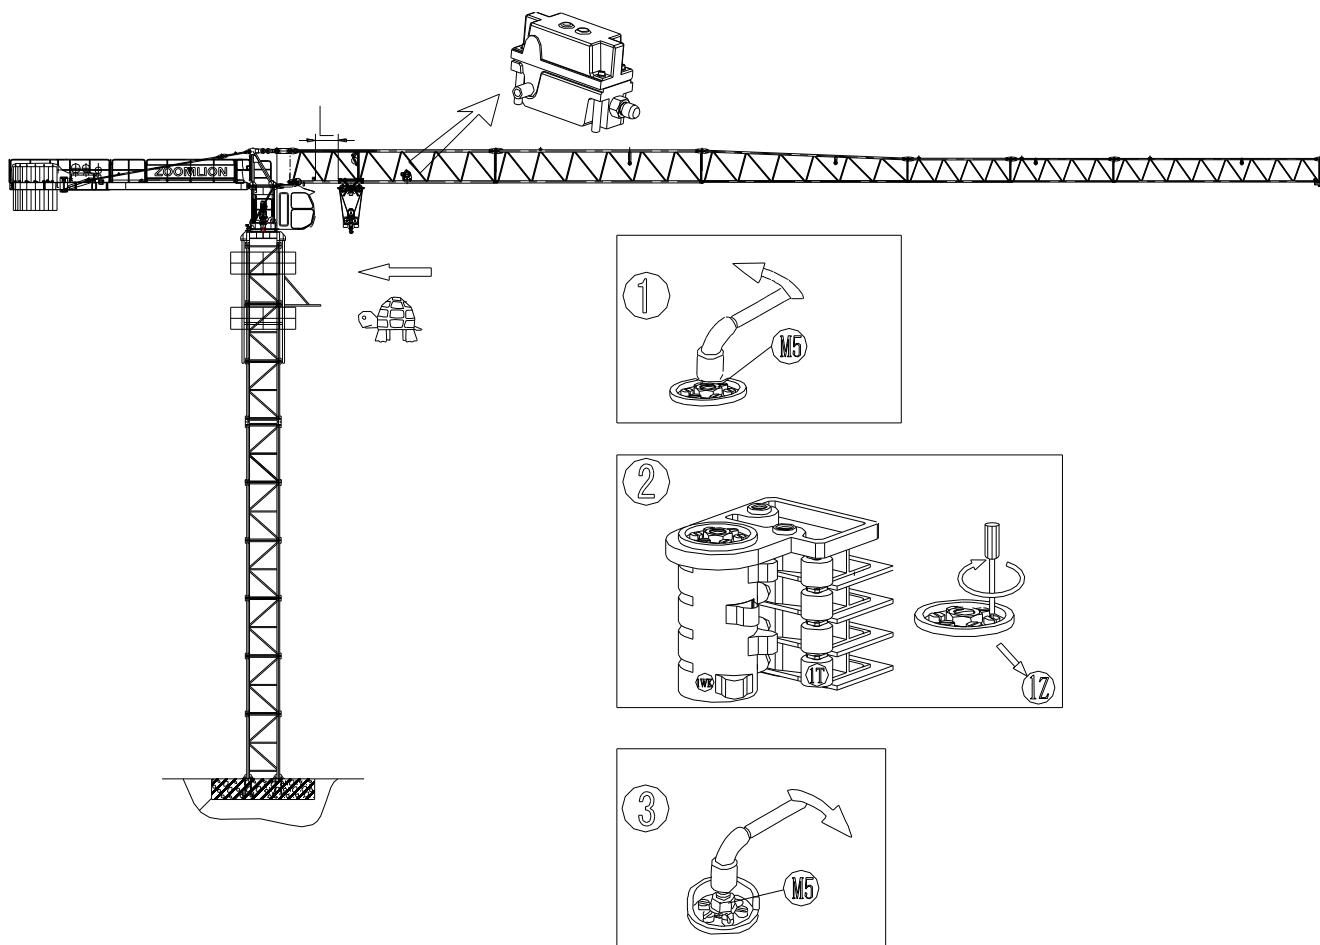

图 9.3-5 向内变幅减速
- (1) 松开螺母 M5;
- (2) 载重小车开到距起重臂臂根缓冲器 5m 处，调动(1Z)轴，使长凸轮(1T)压下微动开关(1WK)，使小车只能以低速向内运行；
- (3) 拧紧螺母 M5，见图 9.3-5。